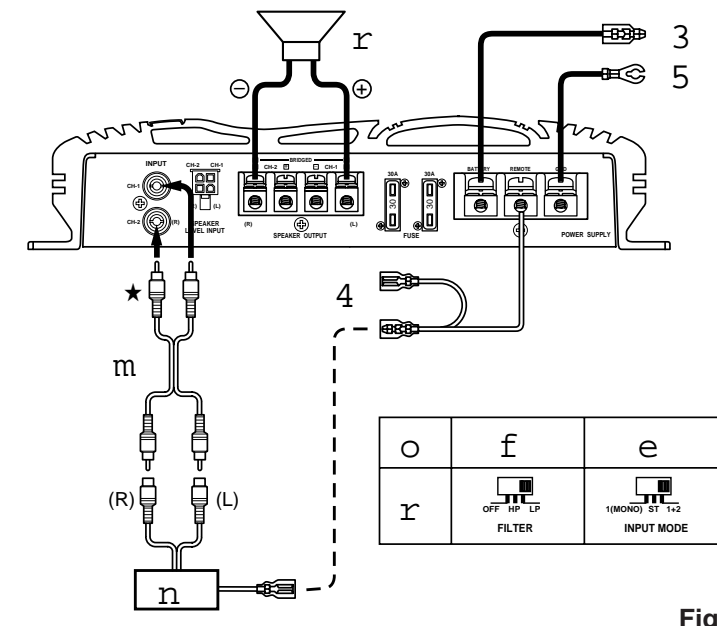

Fig. 7
- Fijelo en la posición "1 + 2" cuando los dos canales se utilicen para un sistema de altavoz de frecuencias ultrabajas que emplee las señales sumadas del canal derecho y del canal izquierdo. Las entradas de CH-1 y CH-2 son sumadas, luego salen a partir de los terminales de salida de altavoz CH-1 (+) y CH-2 (-). (Refiérase a la Fig. 7.)